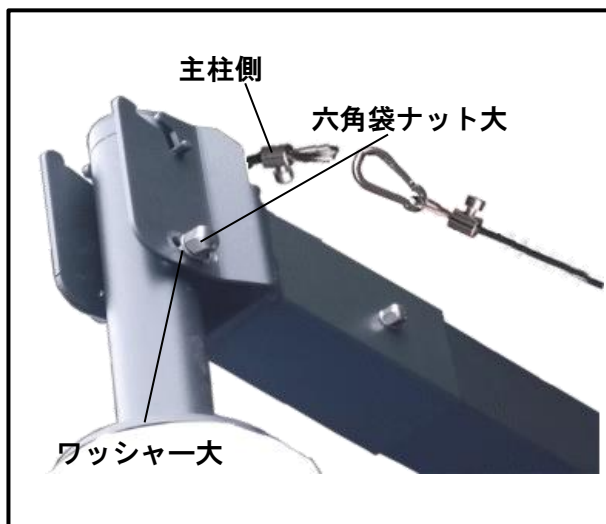

図.8
- ② パラソル本体 (A) を水平アーム (E) の先端に差し込みます。その際に、ワイヤーの留め具が支柱側にくるように注意して下さい。
- ③ 水平アーム先端部とパラソルのポール部分の穴を合わせ、寸切ボルト大 (f) を差し込み、両端よりワッシャー大 (b) を入れ、六角袋ナット大 (g) をスパナで締めます。(図.8)